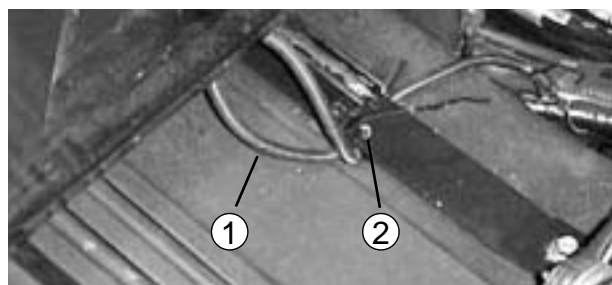

図 6
6. デラックスシートでは、もう一つのシートスイッチコネクタ（使用しない）を、ストラップの下を通して運転席の下まで戻し、2本のコードをキットに付属しているタイで束ねてストラップの一番後ろの穴に縛りつけておく（図6）。